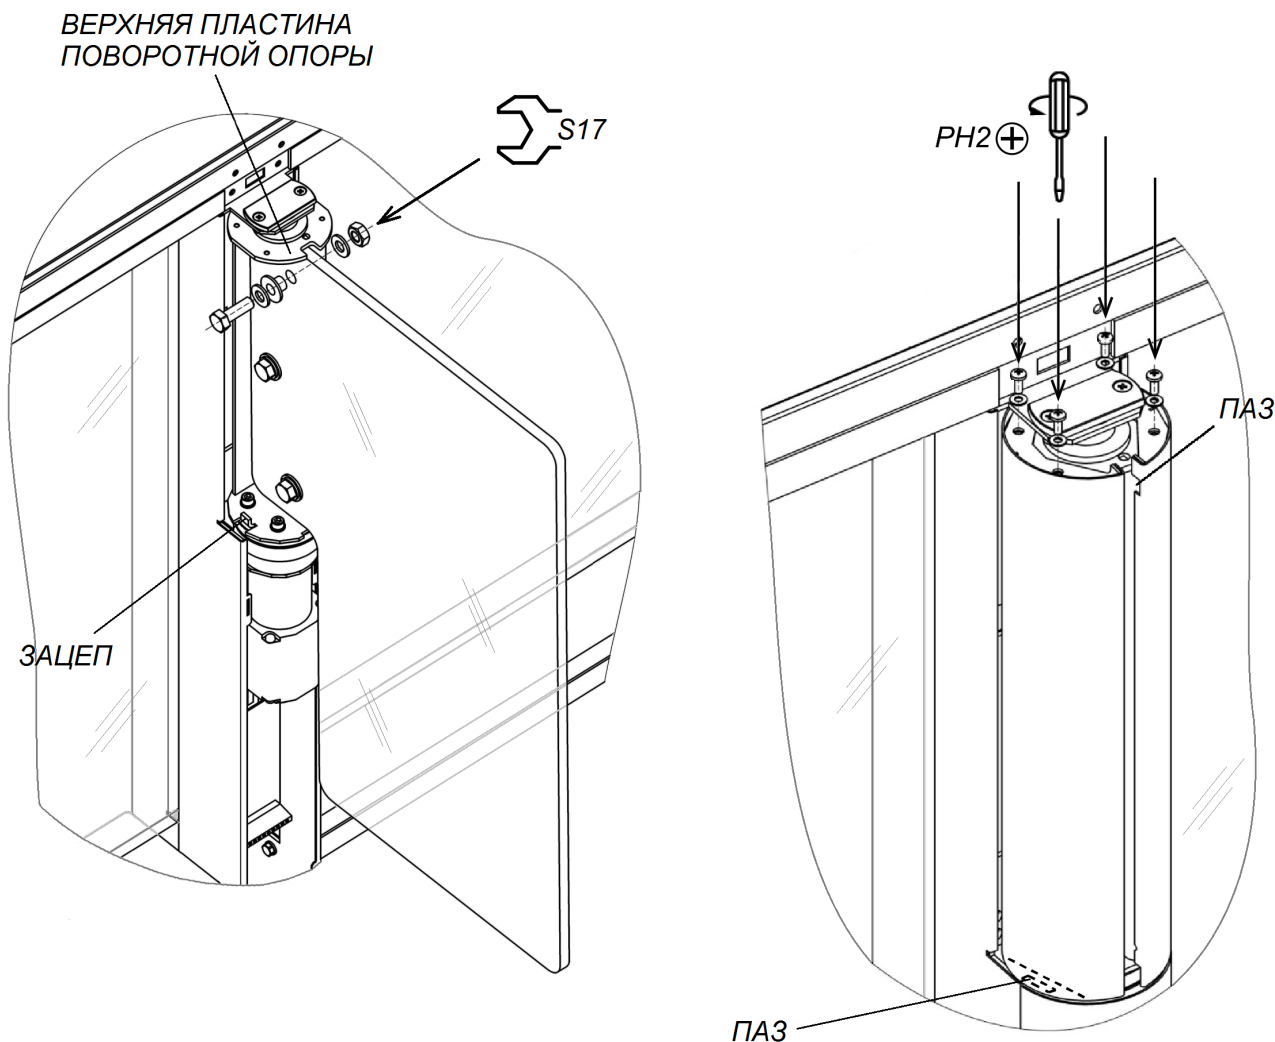

Рисунок 21. Створка и кожух створки
22. Распакуйте стеклянные створки (4) и произведите их монтаж (рис. 21, разд. 8.8.3).
23. Установите кожухи створок (3) из комплекта принадлежностей (рис. 21, разд. 8.8.4).
Снятие или установку створки (4) производите вдвоем. Створка к поворотной опоре крепится в трех местах при помощи болтов M10×30, шайб 10, втулок пластиковых и гаек M10 (см. рис. 21). Используйте рожковые ключи S17.
2. Смонтируйте одну из частей кожуха на поворотную опору створки. Для этого оденьте кожух на верхнюю пластину поворотной опоры через пазы в верхней части кожуха, после чего сдвиньте кожух вниз до конца, введя нижний паз кожуха в зацеп, расположенный в нижней части поворотной опоры (см. рис. 21).